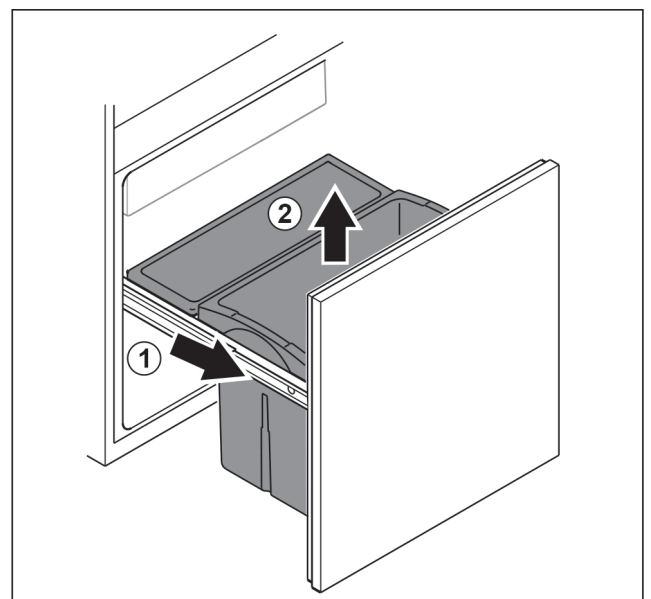

Fig. 160
- Estrarre il carrello estraibile fino all'arresto. Fig. 160 (1)
- Rimuovere il cassetto estraendolo verso l'alto. Fig. 160 (2)